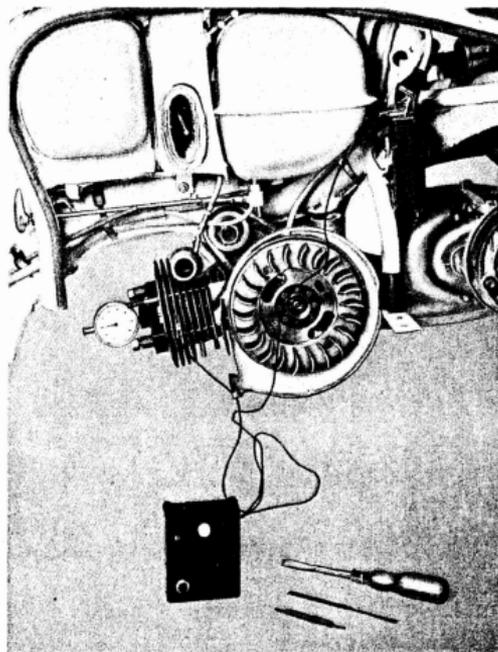

Fig. 43
- 68** Desmontar la culata del motor (operaciones 1, 2, 3, 5, 19, 20, 21, 22, 23, 24, 25) y montar en su lugar la herramienta número A2L.1066 que va sujeto sobre los dos de los cuatro prisioneros. Sobre la herramienta se aplicará un comparador decimal (véase fig. 43).
Si el cierre de los platinos tuviera lugar fuera del intervalo antes indicado, desmóntese el volante, aflójense los tornillos de sujeción y gírese ligeramente la placa porta-inducidos en sentido antihorario para encendido retardado y en sentido horario para encendido avanzado, hasta conseguir que la apertura de los platinos tenga la distancia debida (véase fig 43).